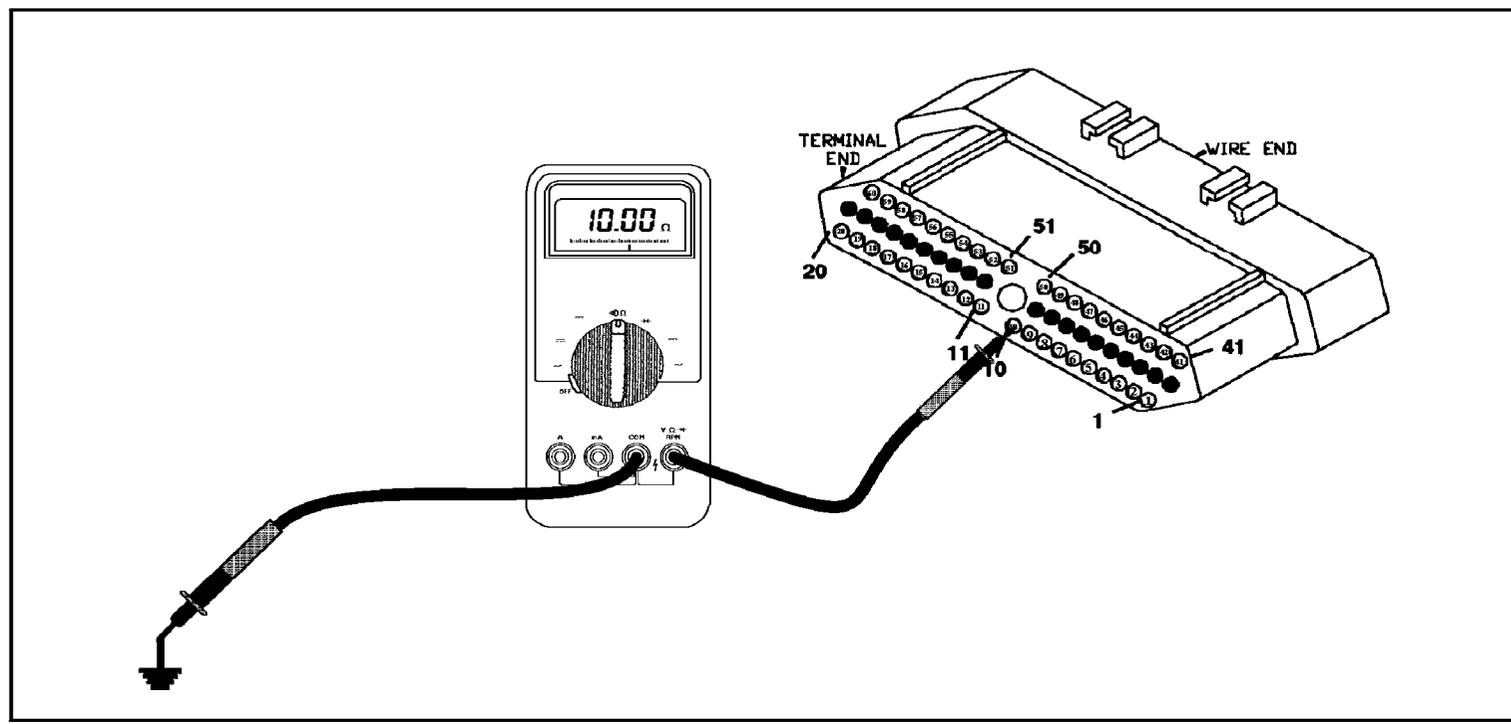

Figura 58
- Apague la ignición. Con el metro todavia conectado al terminal 10, cambie a la escala de ohms (Vea la figura 58). Si hay menos de 5 ohms de resistencia, el alambre tiene un corto a tierra y tendrá que ser reparado o reemplazado. Si hay más de 5 ohms de resistencia, vaya al proximo paso.